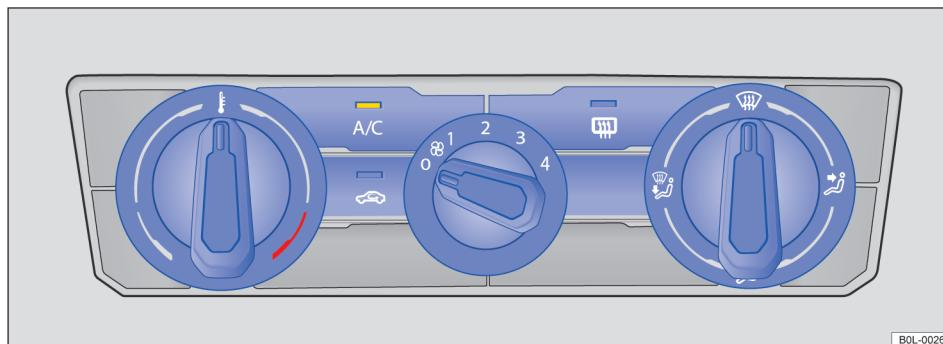

图 77 中控台上部: 半自动空调系统操作机构
– 转动左侧温度调节器 → 图 77。
– 转动中间鼓风机调节旋钮 → 图 77。
– 将右侧气流分配调节器转动到位置 ■ → 图 77。
– 将气流分配调节器 → 图 77 旋至位置 ■。
– 将鼓风机调节旋钮 → 图 77 旋至 3 档。如发动机已达到最佳工作温度, 可适度降低鼓风机转速。
– 将温度调节旋钮 → 图 77 右旋到止位。
– 按需要, 调节温度调节旋钮 → 图 77, 设定合适温度。
– 将鼓风机转速调节旋钮 → 图 77 旋至 2 或 3 档。
– 将空气分配旋钮 → 图 77 旋至 ■ 档。